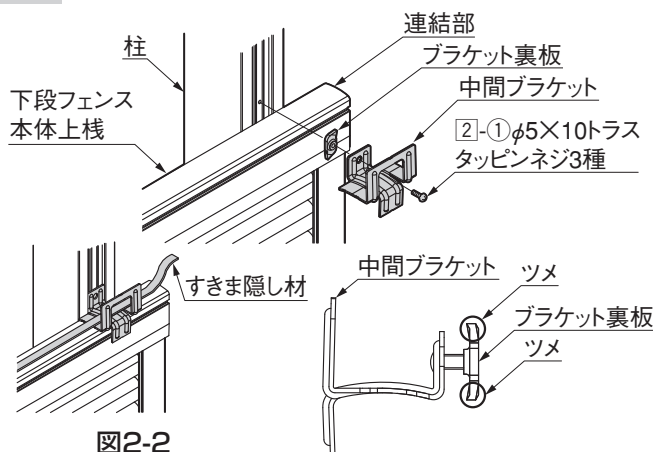

図2-2
- 2 ①の Bracket 裏板を柱の溝に入れ、中間 Bracket をフェンス本体上棧に上から軽く押しつけながら②-①でしっかりと固定してください。
- 3 フェンス本体上棧の上部にすきま隠し材を貼付けてください。(図2-2参照)